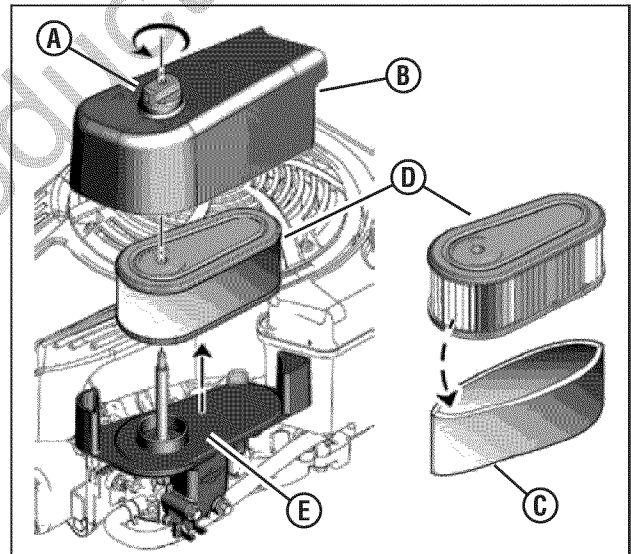

Figure 14 : Filtre à air et préfiltre
1. Enlever la fixation (A, Figure 14) et le couvercle du filtre à air (B).
2. Enlever le préfiltre (C) et le filtre (D).
6. Installer le filtre et le préfiltre dans la base (E). S'assurer que le filtre est bien placé dans la base.